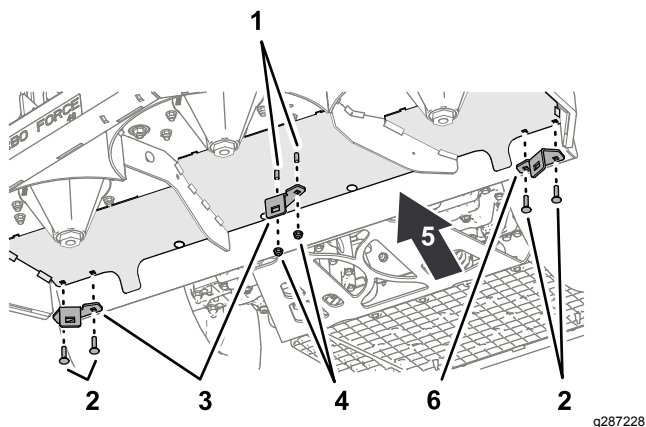

Figura 47
3. Togliete il supporto del deflettore sinistro e i 2 bulloni a testa tonda ($\frac{5}{16}$ " x $1\frac{1}{4}$ ") dal fondo del piatto di taglio come mostrato nella Figura 47.
4. Rimuovete il supporto del deflettore destro e i 2 bulloni a testa tonda (5/16" x 1 1/4") dal fondo del piatto di taglio come mostrato nella Figura 47.
5. Rimuovete i 2 bulloni a testa flangiata (5/16") che fissano il supporto del deflettore centrale ai 2 bulloni a testa flangiata (5/16" x 3/4") e rimuovete il supporto centrale (Figura 47).